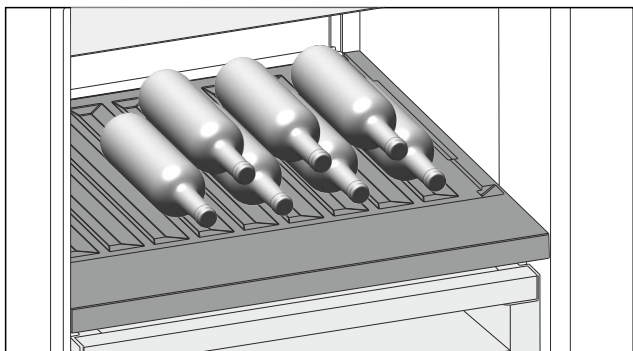

Fig. 150 例图
- ▶ 将瓶底向后对着后壁放入瓶子。(参见 Fig. 150)